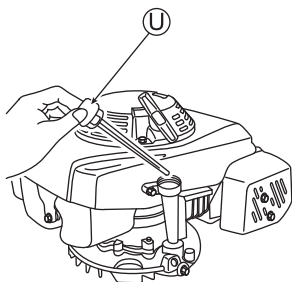

Fig. 8
1 Enlevez le bouchon du réservoir à huile (U), sortez l'indicateur de niveau d'huile, et insérez-le sans le visser. (Voir Fig. 8)